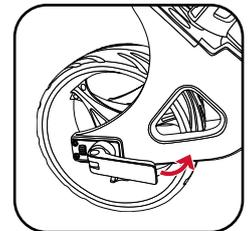

Fig 3
5. Apriete la tuerca de la rueda y empuje hacia abajo la palanca para bloquear la rueda de nuevo en su lugar (fig. 3)